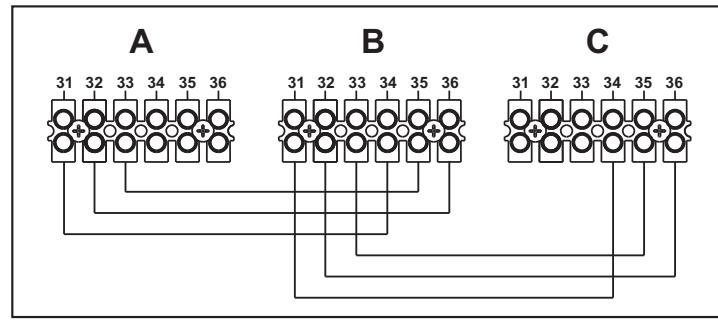

рис. 55 - Подключение по каскадной схеме
- Соедините два модуля, как показано на рис. 55 (пример с 3 модулями)
В противном случае перекройте электрическое питание и проверьте кабельные соединения в рис. 55.